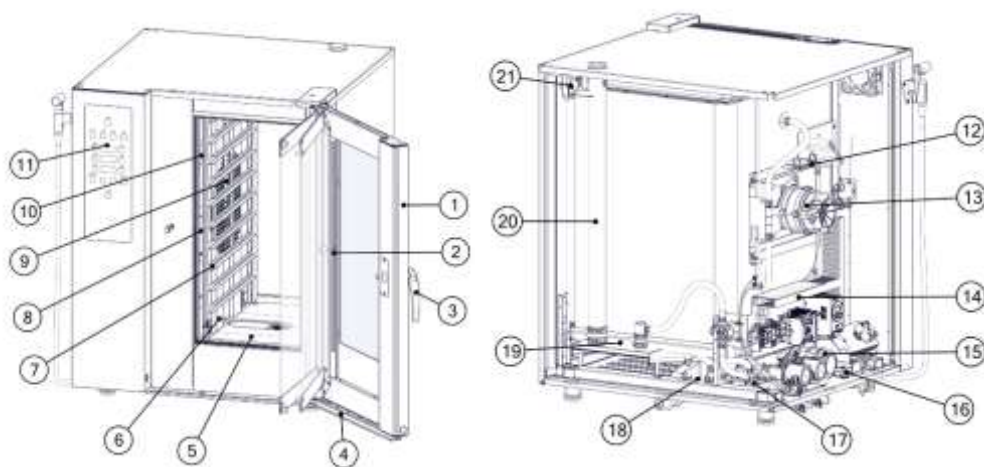

Рис. 1 – Общий вид пароконвектомата
Камера (рис.1, поз.5) изготовлена из нержавеющей стали, установлена на основании, снаружи закрыта съёмными облицовками и дверью (рис.1, поз.1). Дверь имеет тройное остекление. Внутренние стекла установлены на петлях и имеют возможность открывания для очистки. В двери установлены светодиодные светильники (рис.1, поз.2), предназначенные для освещения камеры. Ручка двери (рис.1, поз.3) имеет двухступенчатый механизм открывания.
Сбор влаги со стекла при открытой двери происходит в лоток, расположенный в нижней части двери (рис.1, поз.4).
В корпусе, слева от двери, установлена панель управления в виде кнопочной клавиатуры (рис.1, поз.11) (далее по тексту – клавиатура). На клавиатуре имеются три экрана с семисегментными индикаторами, предназначенные для отображения информации, параметров работы, управления работой Пароконвектоматом и вывода параметров. За клавиатурой расположена плата контроллера, который осуществляет управление Пароконвектоматом.
Камера разделена перегородкой (рис.1, поз.6) на две зоны:
- электродвигатель (рис.1, поз.13) с крыльчаткой (рис.1, поз.8) (далее по тексту – вентилятор), обеспечивающий равномерное перемешивание воздуха в камере при работе;
- трубчатый электронагреватель (рис.1, поз.10) (далее по тексту – ТЭН камеры), установленный вокруг вентилятора;
- датчик температуры (рис.1, поз.12), предназначенный для контроля температуры в камере;
- трубка впрыска (рис.1, поз.9), при помощи которой осуществляется подача воды в камеру для получения пара;
- рабочий баллон термовыключателя (плюс) 324°C. Рабочий баллон соединяется с корпусом термовыключателя (рис.1, поз.16) с помощью капиллярной трубки. Термовыключатель предотвращает аварийную ситуацию, при отказе системы контроля и регулирования температуры. Термовыключатель обесточивает цепи управления при превышении температуры (плюс) 324°C в камере;
- направляющие (рис.1, поз.7) левая и правая (для установки гастроек);
- на верхней стенке камеры установлен мойочный разбрызгиватель. На программах с автоматической мойкой насос мойки (рис.1, поз.15) забирает воду из ёмкости мойки (рис.1, поз.19) и подаёт её по трубопроводу на разбрызгиватель, через него вода разбрызгивается на стенки камеры вместе
Горячий воздух из камеры поступает в трубу выхода пара (рис.1, поз.20). Так осуществляется связь камеры с атмосферой. В магистрали выхода пара установлен шибер (рис.1, поз.21).
Конденсированный пар и отработанная вода из камеры, через ёмкость мойки, попадает в гидрозатвор, где охлаждается и сливается в канализацию. Температуру сливаемой воды отслеживает датчик температуры гидрозатвора (рис.1, поз.18). По сигналу, полученному от датчика, контроллер формирует команду на включение электромагнитного клапана (рис.1, поз.17) для подачи холодной воды.
За левой стенкой камеры находится щит монтажный (рис.1, поз.14), на котором размещается электрооборудование.